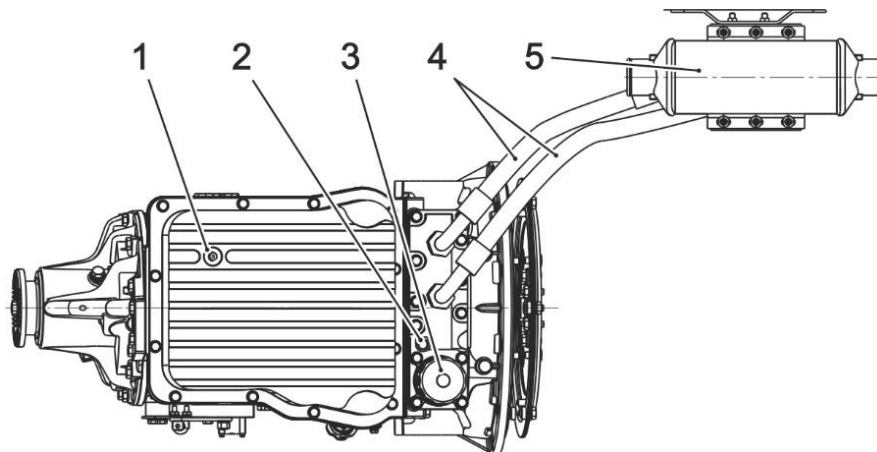

**Рис. 5.2 Автоматическая коробка передач**
1. Снять фильтр 3 (рис. 5.2), поворачивая его против часовой стрелки, при помощи съёмника для фильтров.